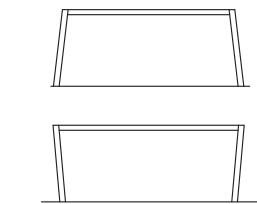

図2-7 寸法を外れたイメージ
- ①測定は下げ振りを使用して、図2-7の柱上端と下端のA部とB部、C部とD部を測定してください。
②柱の間口方向・奥行きの倒れは、3mmの範囲にしてください。測定した寸法を表の測定値欄に記入してください。
(3) 左右柱の高低差の確認